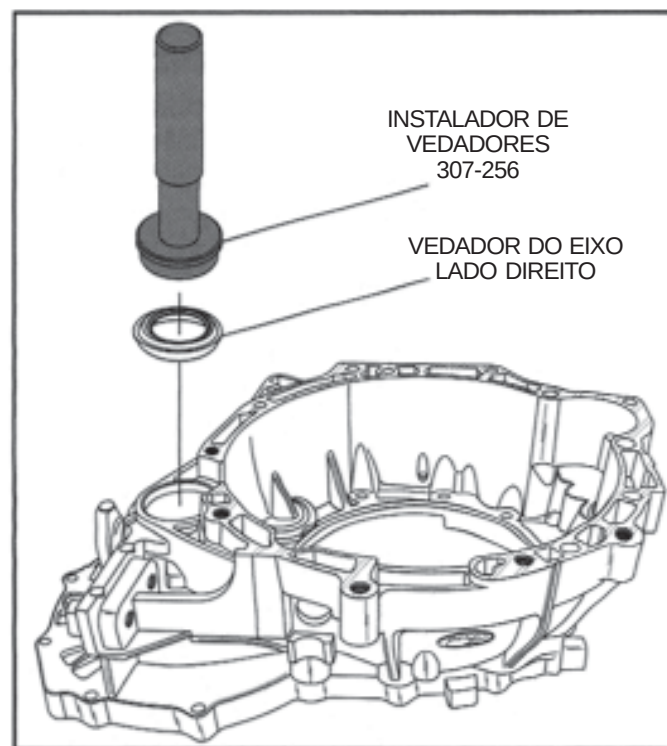

Figura 129
40. Vire o alojamento do conversor e instale um novo vedador no eixo, lado direito utilizando um instalador de vedadores apropriado (Vide Figura 129).